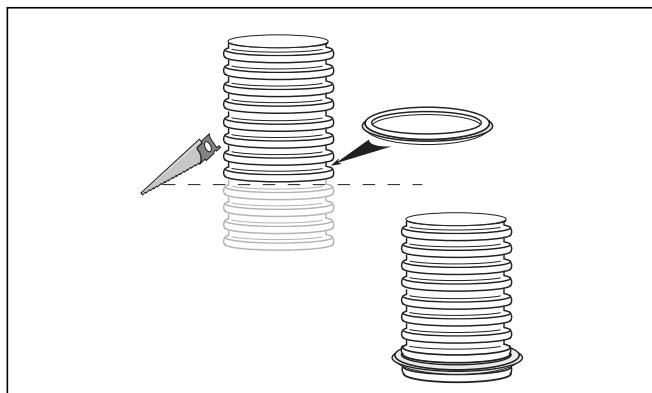

Рис. 4.55 Укорачивание гибкого отвода ОГ и монтаж уплотнения
- Затем монтируйте уплотнение в самом нижнем неповрежденном желобке отвода ОГ (→ рис. 4.55).